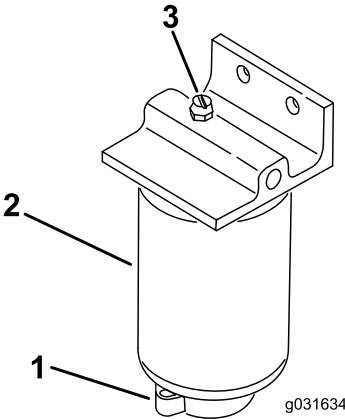

图 52
2. 松开滤清器底部的排油阀（图 52）。
1. 清洁滤清器的安装区域（图 52）。